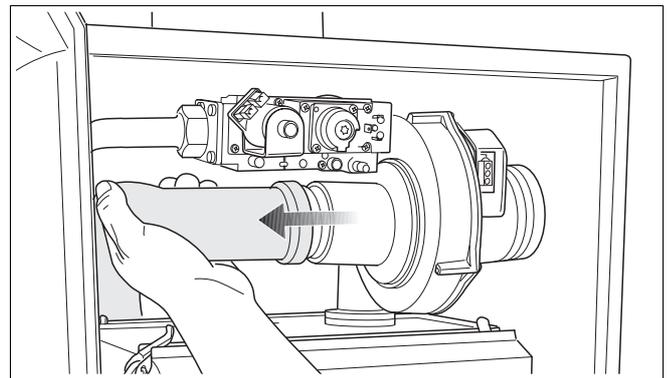

Fig. 112 Estrarre il tubo d'aspirazione aria dal ventilatore
- Estrarre il tubo d'aspirazione aria dal ventilatore (fig. 112).